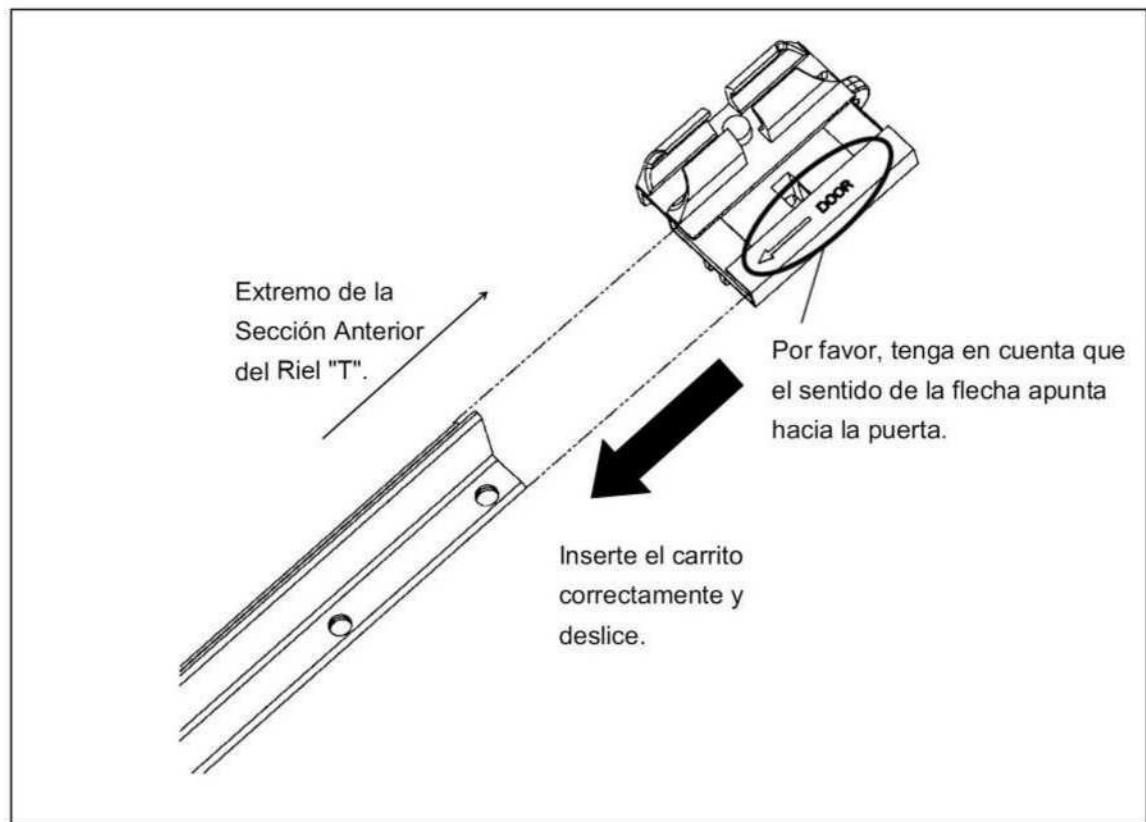

Fig.25
5.10.-Instalación del Carro de Aluminio sobre el Riel "T" (Fig.25)